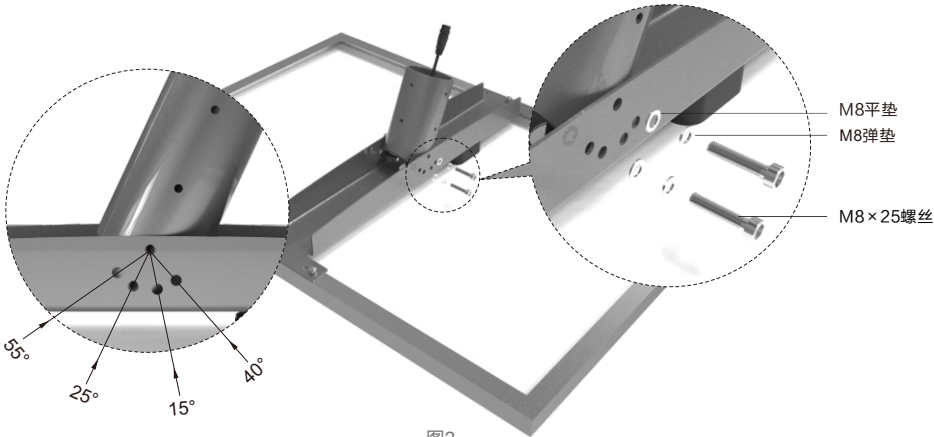

图2
- 2 选择合适的角度固定套筒支架，所用螺丝为M8×25螺丝，M8弹垫，M8平垫。如图2。